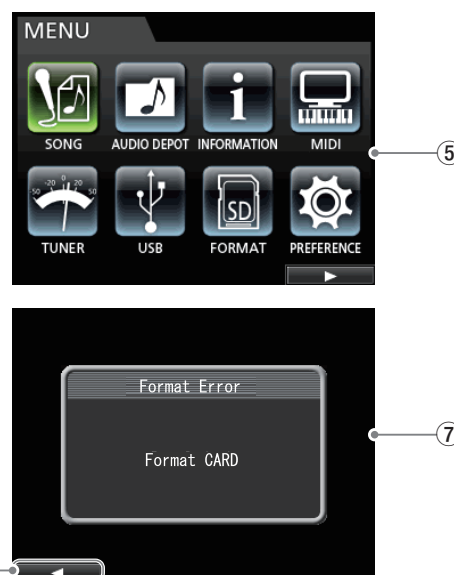
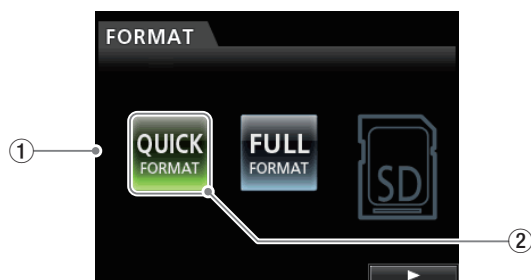

Fig 3
Fig 4
- If the HOME screen is not open, press the **HOME** button to open the **HOME** screen. (Fig. 3-②)
- Next, press the **MENU** button (Fig. 3-①) to open the **MENU** screen (Fig. 3-⑤).
- Use the **JOG/DATA** dial (Fig. 3-④) to select the **"FORMAT"** icon (Fig. 3-⑥). After selection, press the **F4** button (Fig. 3-③), which corresponds to the [▶] icon at the bottom right of the screen, to open the format selection screen.
If you insert an SD card that has not been previously used, **"Format Error"** will appear on the display (Fig. 3-⑦).
In this case, press the **F1** button (Fig. 3-③), which corresponds to the [◀] icon at the bottom left of the screen (Fig. 3-⑧), to close the error screen and return to the **HOME** screen.
- **[HOME]** 画面を表示していない場合は、**HOME** ボタン (Fig3-②) を押して、**[HOME]** 画面にする。
- 次に **MENU** ボタン (Fig3-①) を押して、**[MENU]** 画面 (Fig3-⑤) にする。
- カーソルを **JOG/DATA** ダイアル (Fig3-④) で操作し、**"FORMAT"** アイコン (Fig3-⑥) を選択する。選択後、画面右下の [▶] マークに対応する **F4** ボタン (Fig3-③) を押し、フォーマット選択画面に移動する。
未使用のSDカードを挿入するとLCD画面に **"Format Error"** (Fig3-⑦) を表示します。
その場合、画面左下の [◀] マーク (Fig3-⑧) に対応する **F1** ボタン (Fig3-③) を押すとエラー画面を解除し、**[HOME]** 画面に復帰します。
- Open the format selection screen on the display (Fig. 4-①).
- Use the **JOG/DATA** dial to select the **"QUICK FORMAT"** icon (Fig. 4-②).
After selection, press the **F4** button (Fig. 3-③), which corresponds to the [▶] icon at the bottom right of the screen, to open the format confirmation screen (Fig. 4-③).
- LCD画面にフォーマット選択画面(Fig4-①)を表示する。
- カーソルを**JOG/DATA**ダイヤルで操作し、**"QUICK FORMAT"**アイコン(Fig4-②)を選択する。選択後、画面右下の[▶]マークに対応する**F4**ボタンを押し、フォーマット同意画面(Fig4-③)に移動する。移動後、画面左下の[YES]マークに対応する**F2**ボタンを押し、フォーマットを実行する。